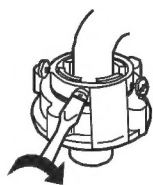

图4
5. 将排水口护盖安装到另一侧，如图4所示。
4. 安装后盖，先将后盖的下部倒钩挂在箱体上，再将两侧及上端卡爪（标“※”处）自下而上依次按入，使其恢复原位，注意不可用力过猛，再将螺钉（2处）拧紧。（如图4所示）
4. 需加长排水管时，请另购排水管，加长排水管的内径应不小于30mm，长度应不大于1.5m。（图4）
4. 均等紧固进水管接头上的四个螺钉，如图4。